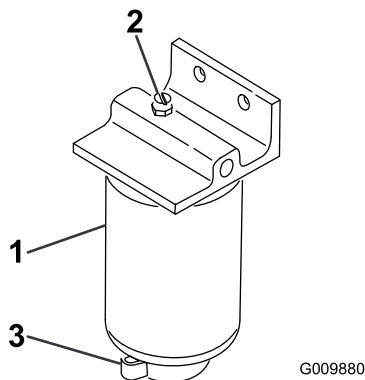

Figura 30
3. Allentate il tappo di sfiato sopra il filtro carburante/separatore di condensa (Figura 30).